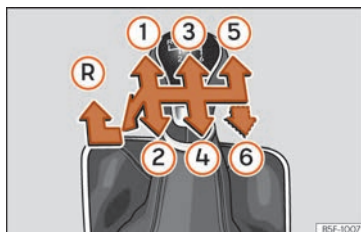

Fig. 214 Esquema de un cambio manual de 5 marchas o bien de 6 marchas.
En la palanca de cambios se indican las posiciones de las marchas **»» fig. 214.**
- Con la palanca de cambios en punto muerto, presiónela hacia abajo, muévela a la izquierda hasta el final y después hacia delante para seleccionar la marcha atrás **»» fig. 214 (R).**